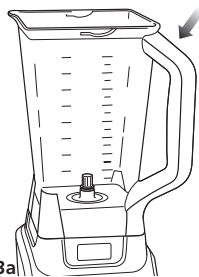
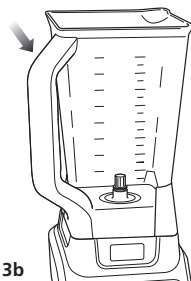

Fig. 3a
Fig. 3b
- 4 Il est possible d'insérer le pichet sur le bloc-moteur de deux façons, soit la poignée en avant vers la droite ou vers la gauche. (Fig. 3a, Fig. 3b)